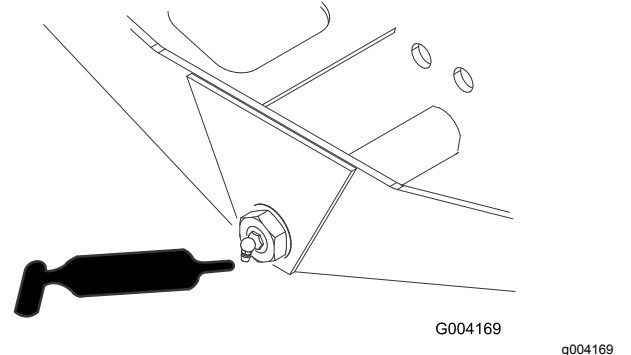

Figura 68
- Pivote de dirección del eje (1) (Figura 68)